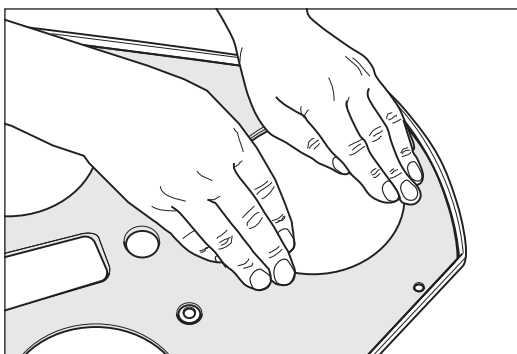

Fig. 56 Presione uniformemente la junta, especialmente en el borde y en el área de los alojamientos de los discos lijadores.
- 10 Haga una presión cuidadosa sobre la junta, especialmente sobre el borde y en el área de los recortes grandes para los alojamientos de los discos lijadores (Fig. 56).